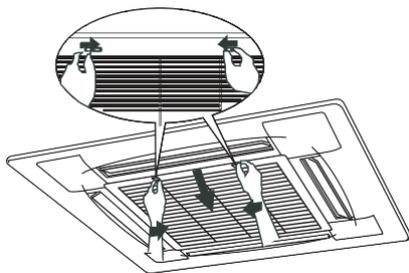
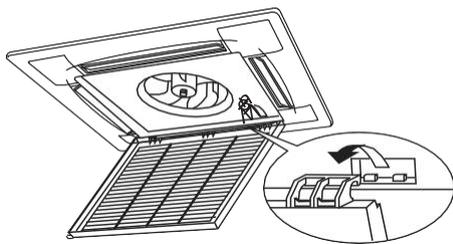

Fig.6-1
Fig.6-2
- ♦ Mova os interruptores da grelha em simultâneo, como é mostrado na Fig.6.1. Em seguida, puxe a grelha de entrada de ar para baixo (juntamente com o filtro de ar, como mostra a Fig.6.2).
2. Remova a grelha de entrada de ar (juntamente com o filtro de ar) como mostra na Fig. 6-2).